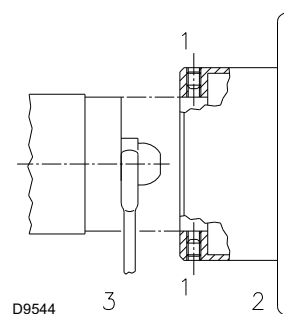

Рис. 20
- Закрепите ее ключом через центральное отверстие подпорной шайбы или отверните винты 1) (Рис. 20).